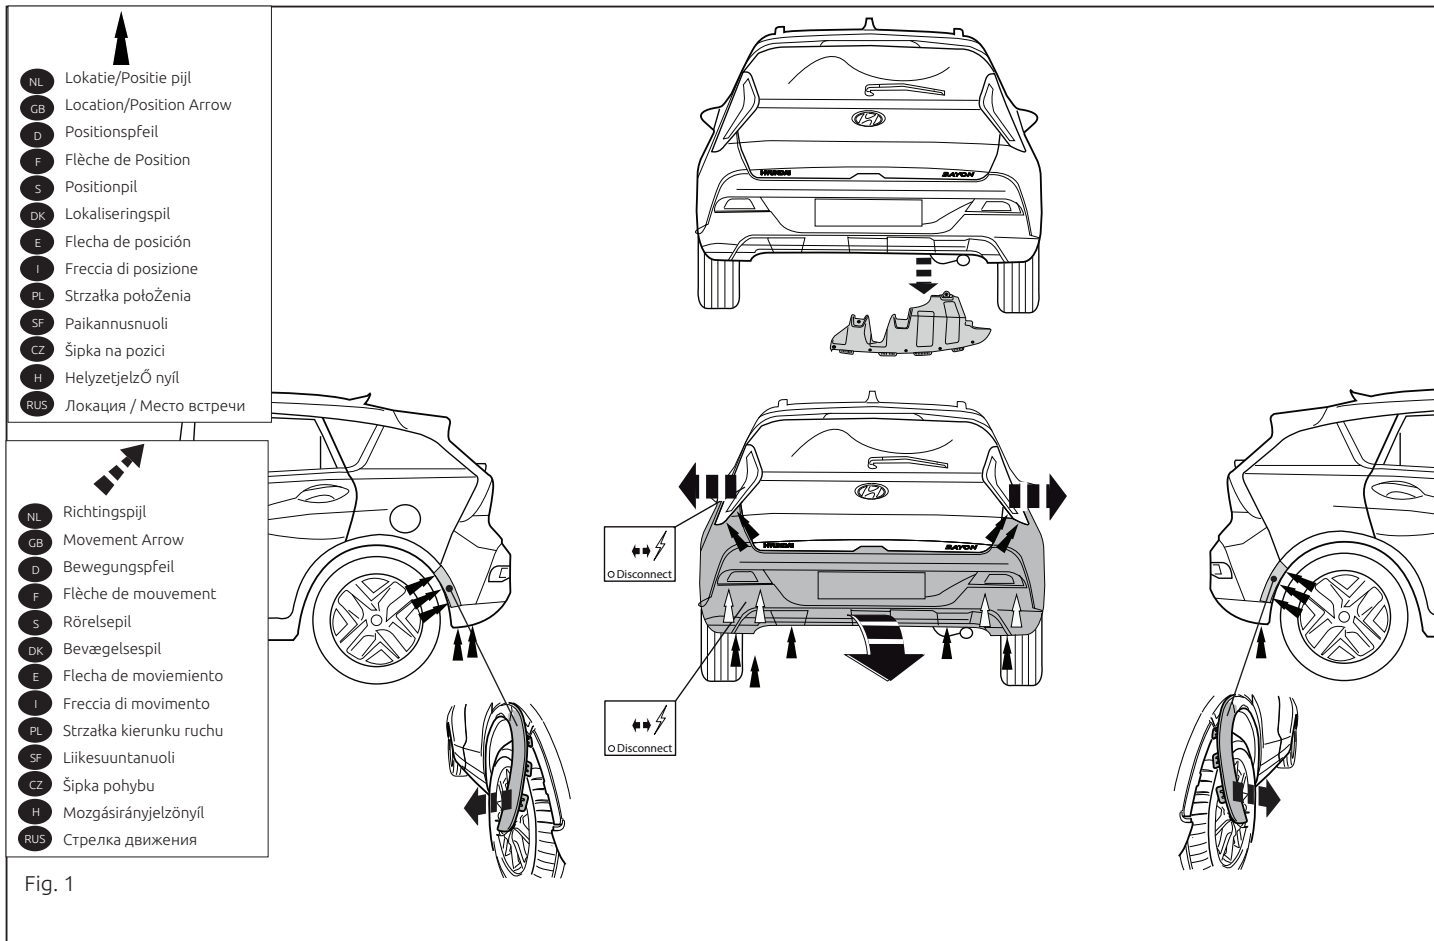

Fig. 1
1. Zdemontować zespół tylnych świateł. Zdemontować z pojazdu zderzak wraz ze belką zderzakową, tworzywa sztucznego. Patrz rysunek 1.
1. Снять оба блока задних фар. Снять бампер вместе со буферным брусом автомобиля, колпаки. См. рисунок 1.